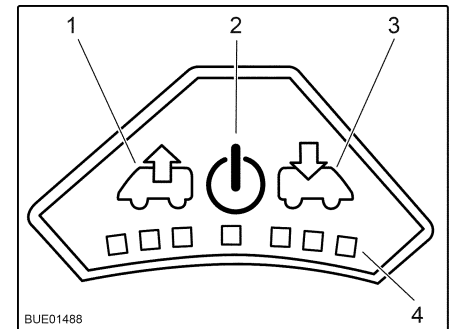

Fig. 120 Cuadro de mando del ventilador
- Pulsar la tecla On/Off (Fig. 120,2). El ventilador funciona en el modo confort (extracción con la velocidad más baja del ventilador).
- Para aumentar la velocidad del ventilador: Pulsar la tecla de extracción (Fig. 120,1). La velocidad del ventilador aumenta un nivel en el sentido de extracción de aire. Los LED (Fig. 120,4) muestran los niveles de ajuste.
- Para disminuir la velocidad del ventilador: Pulsar la tecla de ventilación (Fig. 120,3). La velocidad del ventilador disminuye un nivel.
- Para aumentar la velocidad del ventilador: Pulsar la tecla de ventilación (Fig. 120,3). La velocidad del ventilador aumenta un nivel en el sentido de ventilación. Los LED (Fig. 120,4) muestran los niveles de ajuste.
- Para disminuir la velocidad del ventilador: Pulsar la tecla de extracción (Fig. 120,1). La velocidad del ventilador disminuye un nivel.
- Pulsar la tecla On/Off (Fig. 120,2). El ventilador se detiene, los LED se apagan.